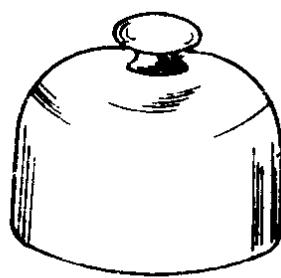

图 1-10 灰罩
8. 灰罩 为使清洗过的零部件或机心不长时间暴露在空气里沾染污物，最好用灰罩罩上。灰罩的外形 如图 1-10 所示。